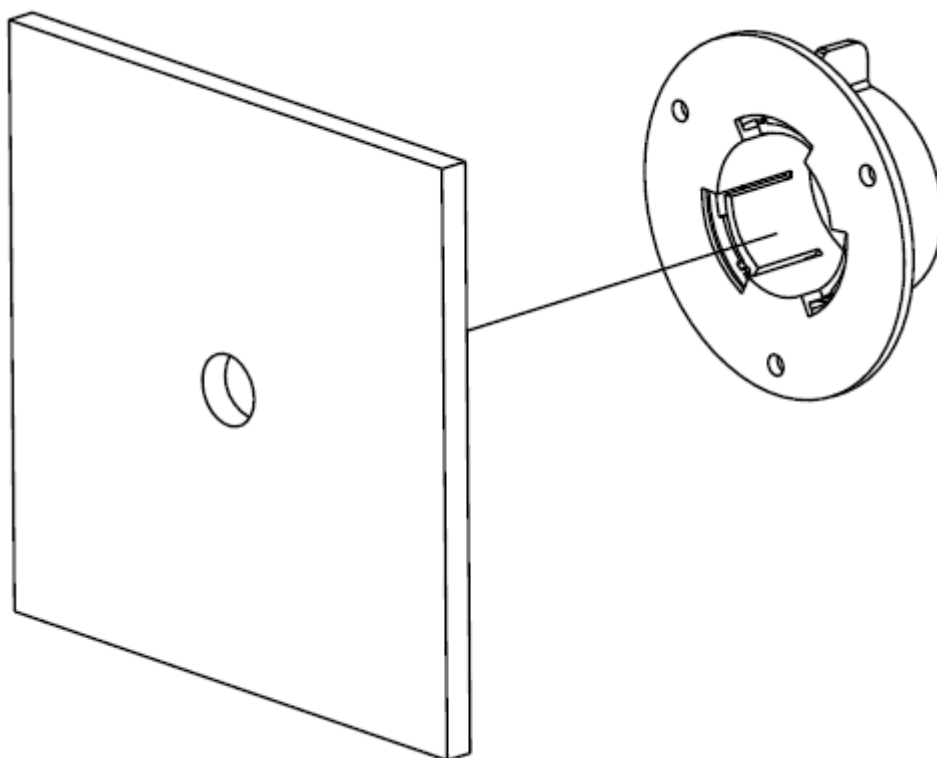

図 4-52 ブラケットの貼り付け
2. ブラケットの粘着テープの側面を取り外します。ドリル穴に合わせてブラケットを取り付け面に貼り付けます。図 4-52 に示すように。